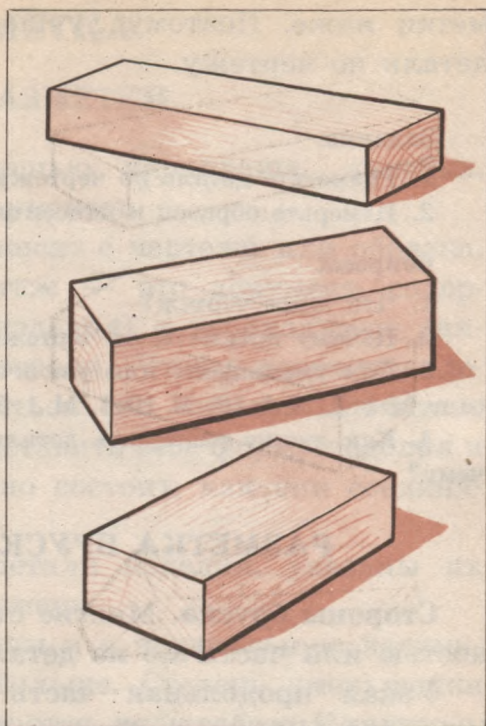

Рис. 43. Бруски различной формы.
2. Определите и назовите стороны брусков (рис. 43).